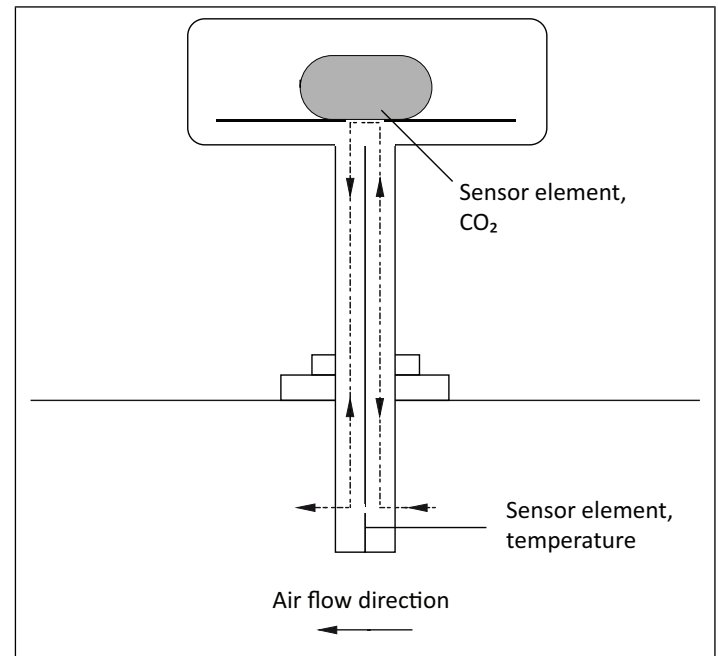

Fig. 1 L'écoulement d'air peut être dirigé de droite à gauche (comme dans l'exemple ci-dessus) ou de gauche à droite.
- Le transmetteur doit être placé dans le sens de l'écoulement d'air, conformément aux flèches indiquées sur le couvercle. Le flux d'air peut être dirigé de droite à gauche (comme ici Fig. 1), ou de gauche à droite. L'orifice dans la conduite doit mesurer 13 mm de diamètre.